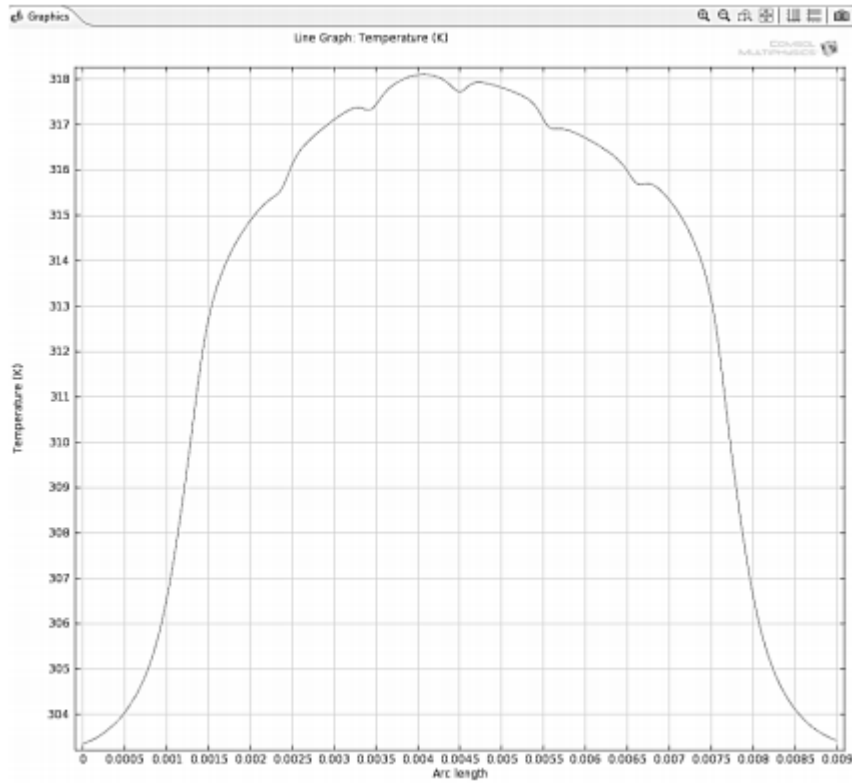

Рисунок 1 – Приклад розподілу температури по поверхні інкапсулюючого гелю
2. Створюється графік розподілу температури уздовж створеного відрізка за допомогою функції **Results>1D Plot Group>Line Graph** з параметрами **Data set>Cut Line 3D** (приклад такого графіка показаний на рис. 1).